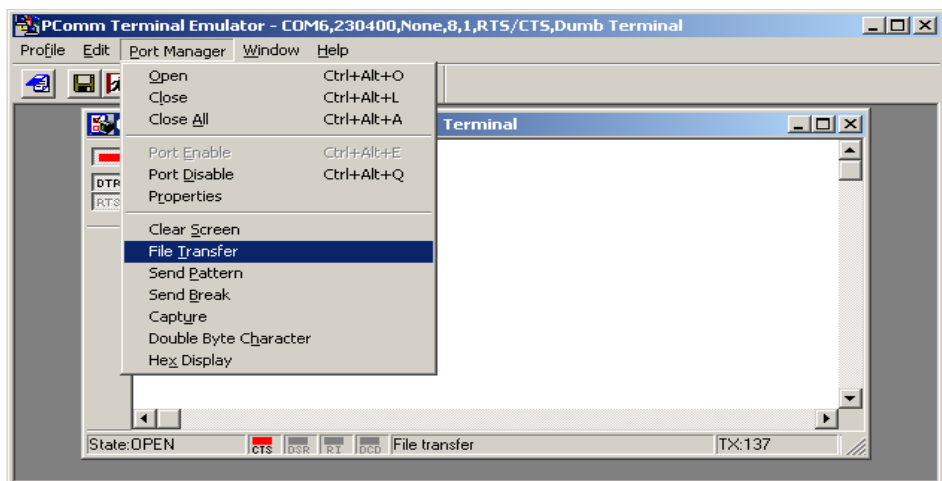

Рис. 7. Вход в меню выбора параметров передачи файла.
10. Прежде чем приступить к записи, определите, в какую ячейку памяти хотите записать сообщение. Для записи тестового сообщения в диалоговом окне введите с клавиатуры команду «write1», речевого сообщения для персонала команду «write2», тревожного сообщения - «write3». После этого нажмите клавишу «enter». Затем откройте вкладку «Port Manager» и выберите команду «File Transfer» (рис. 7).